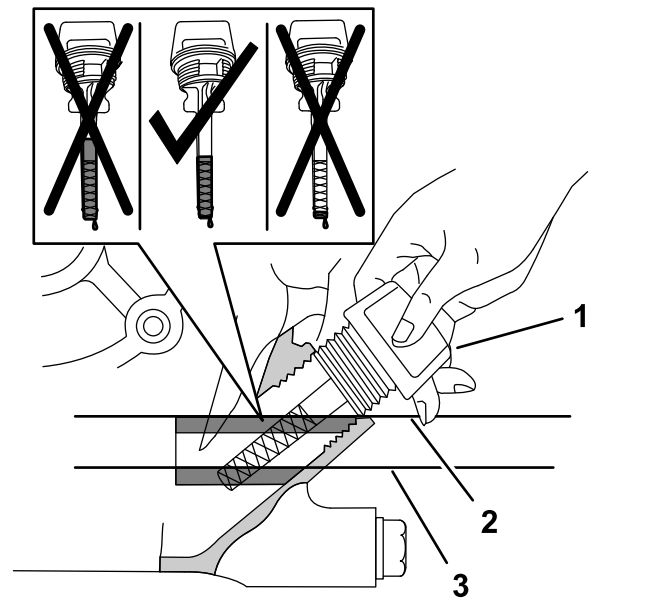

Figura 76
5. Introduzca la varilla de aceite en el motor, como se muestra en la Figura 76.
6. Retire la varilla del cuello de llenado y observe el nivel de aceite en la varilla (Figura 76).
Nota: El nivel del aceite del motor debe cubrir la zona sombreada de la varilla (Figura 76).